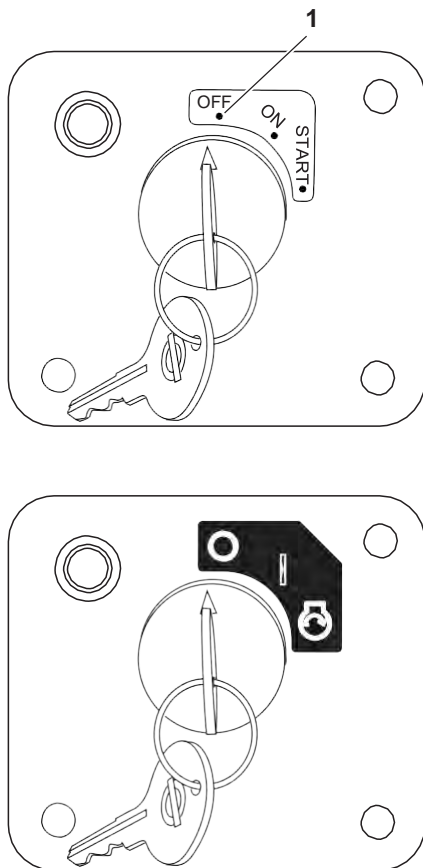

Figura 21
Ruotare la chiave alla posizione OFF (**Figura 21, (1)**) e rimuoverla dall'interruttore a chiave.